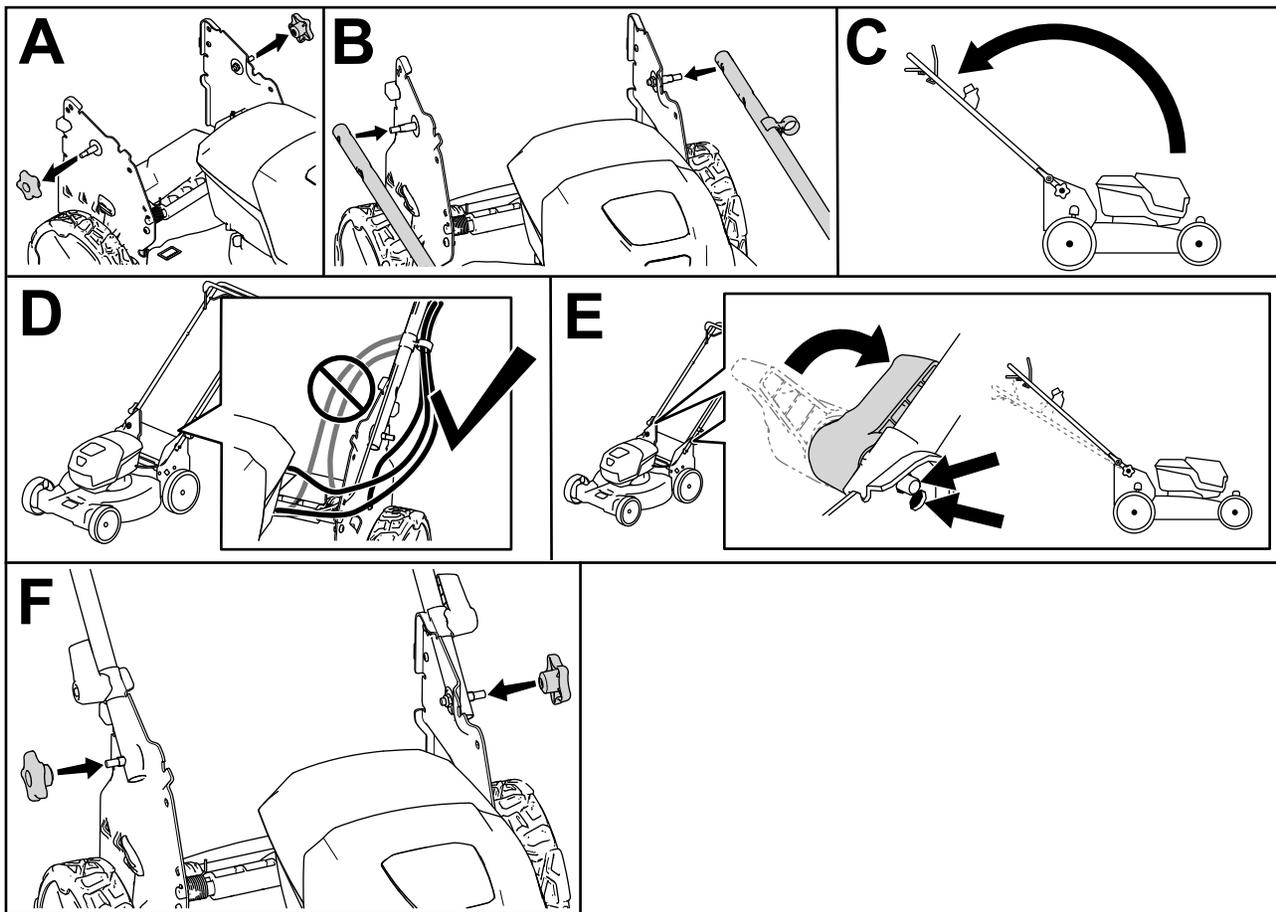

Figura 4
1. Retire os botões do manípulo (A da Figura 4).
2. Utilizando os orifícios nas extremidades do manípulo, prenda o manípulo à máquina (B da Figura 4).
3. Mova o manípulo para trás para a posição de funcionamento (C da Figura 4).
4. Certifique-se de que os cabos estão encaminhados para o exterior do manípulo (D da Figura 4).
5. Engate o bloqueio do manípulo até que o pino encaixe no sítio para bloquear o manípulo na posição de funcionamento (E da Figura 4).
6. Fixe os botões aos parafusos do manípulo para fixar o manípulo (F da Figura 4).